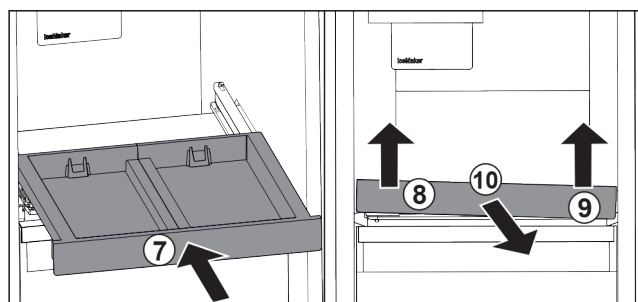

Fig. 35
- ▶ Zasuňte vysouvací přihrádku. Fig. 35 (7)
- ▶ Vysouvací přihrádku vpředu vlevo nadzvedněte. Fig. 35 (8)
- ▶ Vysouvací přihrádku vpředu vpravo nadzvedněte. Fig. 35 (9)
- ▶ Odeberte vysouvací přihrádku směrem dopředu. Fig. 35 (10)